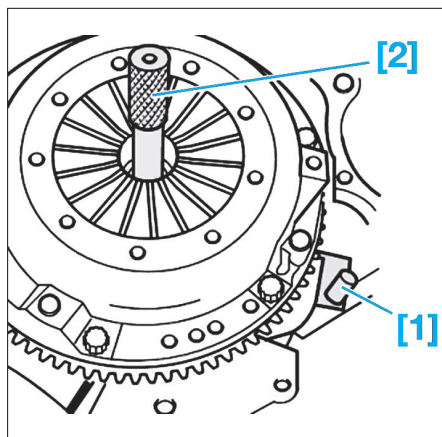

Fig. 1
- Immobiliser en rotation le volant moteur à l'aide d'un outil de blocage approprié [1] (Fig.1).